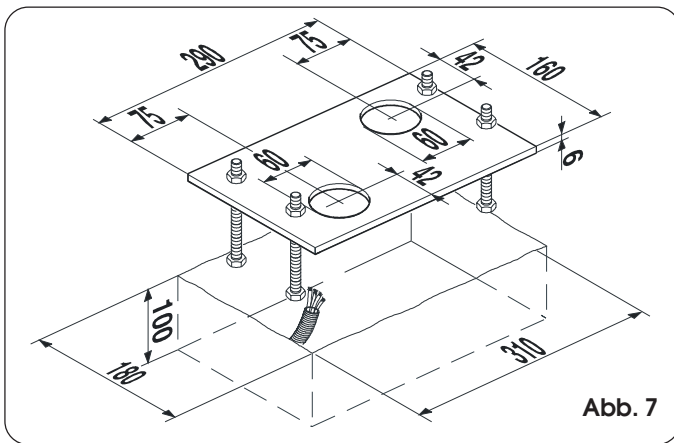

Abb. 7
- Einen Fundamentsockel laut Abb. 7 herstellen, die Gründungsplatte einmauern und dabei eine oder mehrere Kabelführungen für den Durchgang der elektrischen Kabel vorsehen. Mit einer Wasserwaage sicherstellen, dass die Platte perfekt eben ist. Abwarten, bis der Zement abbindet.